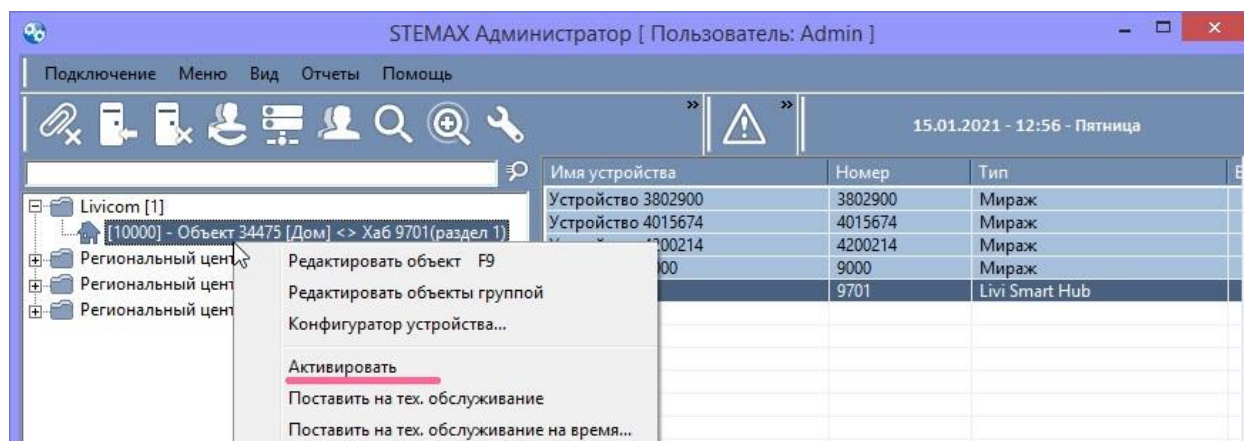

Рисунок 7.7 – Активация объекта
4. Выделяет объект, нажимает правую кнопку мыши и в контекстном меню выбирает пункт *Активировать* (см. рисунок 7.7).